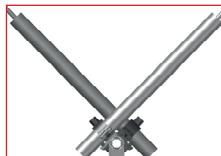

Fig. 4.1: Dobbelt veggfeste ovenfra
- Veggfestene på hver 5. ramme horisontalt skal ta krefter både langs fasaden, og vinkelrett på fasaden. Dette gjelder på hvert forankringsplan. (Hver 2. etasje) Se Fig. 4.1.